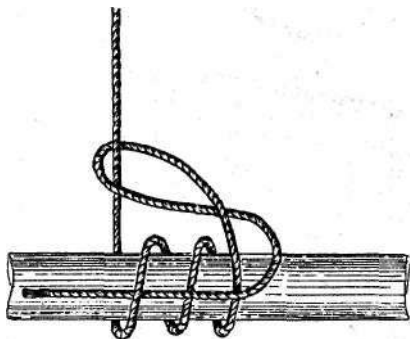

Рис. 27. Фаловый узел
**Способ завязывания узла:** ходовым концом выполняем три шлага вокруг снасти. Затем обносим его вокруг коренного конца и под себя, как показано на **рис. 27**. Заводим ходовой конец под первый шлаг и обтягиваем узел. Узел готов.